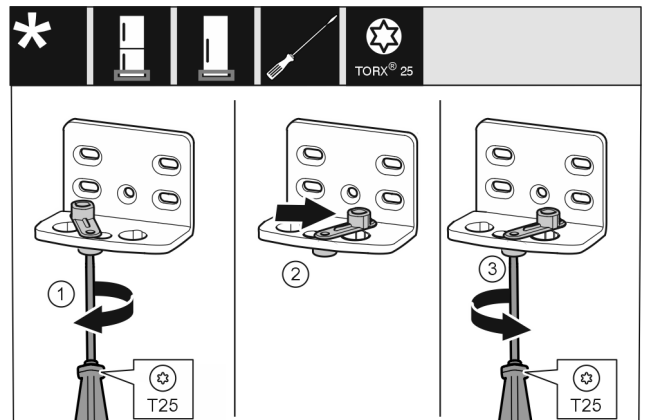

Fig. 11
- ▶ Atlaisvinkite varžtą atsuktuvu T25. Fig. 11 (1)
- ▶ Pakelkite pagalbinį durų uždarymo įtaisą ir 90° kampu pasukite į dešinę kiaurymėje. Fig. 11 (2)
- ▶ Tvirtai prisukite varžtą atsuktuvu T25. Fig. 11 (3)